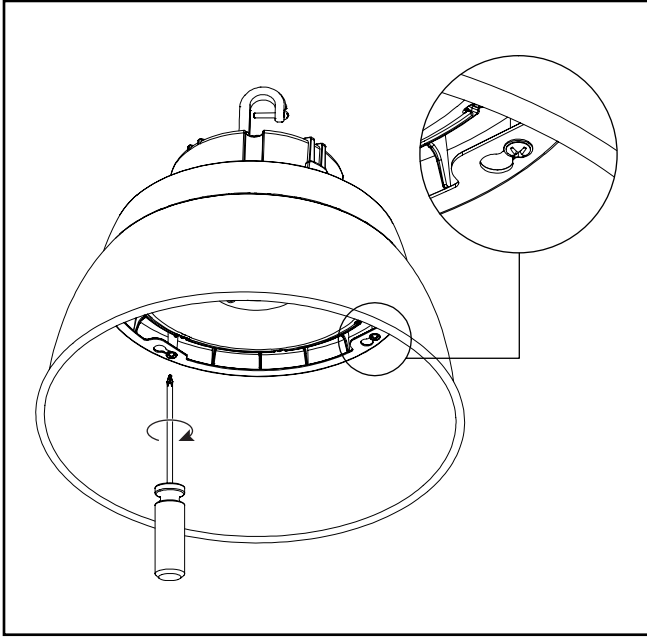

Figura 9.
1. Apriete todos los tornillos (Figura 9).